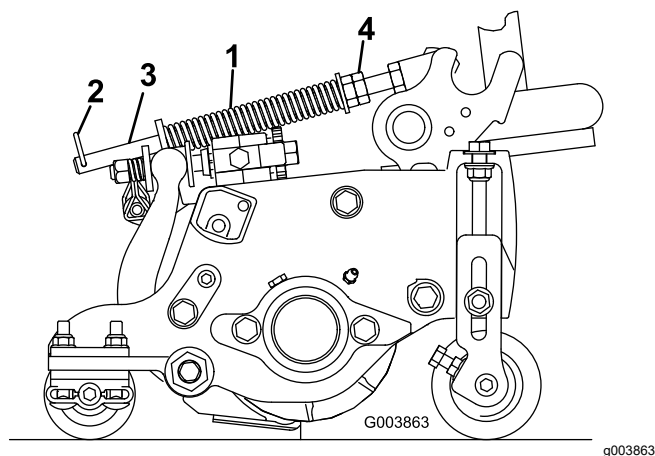

Figura 48
El muelle de compensación del césped (Figura 48) transfiere el peso desde el rodillo delantero al trasero. Esto ayuda a reducir el patrón de ondulación en el césped.
1. Asegúrese de que la chaveta está instalada en el orificio trasero de la varilla (Figura 48).
2. Apriete las tuercas hexagonales del extremo delantero de la varilla del muelle hasta que la longitud comprimida del muelle sea de 15.9 cm (6.25"); consulte Figura 48.